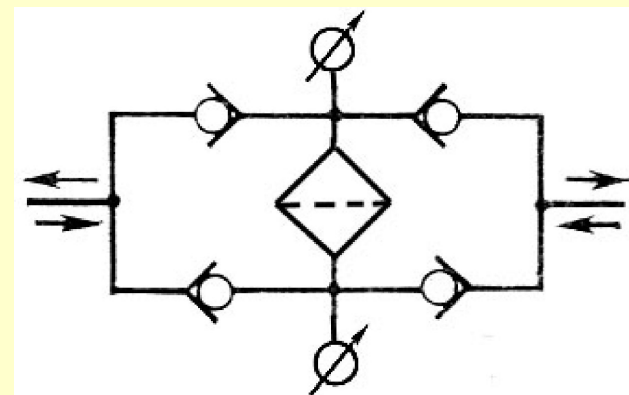

Рис. 9 - Схема включения фильтра на участке с реверсивным движением
*При установке фильтров гидролинию с реверсивными потоками рабочей жидкости обратные клапаны обеспечивают пропуск жидкости через фильтр только в одном направлении (рис.9).*